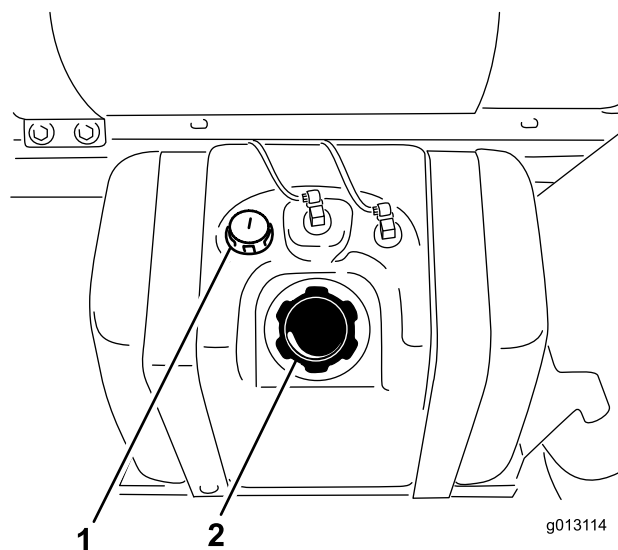

Figure 22
2. Nettoyez la surface autour du bouchon du réservoir de carburant (Figure 22).